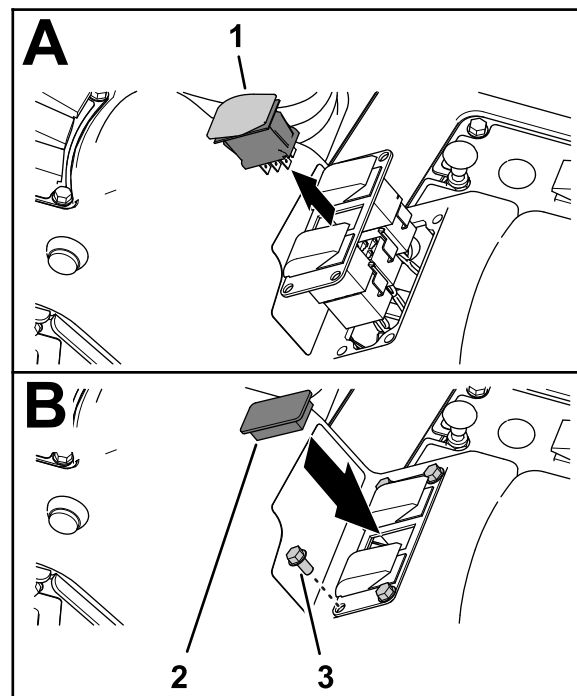

Figure 34
2. Pincez les languettes de verrouillage de l'interrupteur de régulation de débit et poussez l'interrupteur hors du bloc de 3 interrupteurs (Figure 34).
5. Fixez le bloc de 3 interrupteurs à la console de commande (Figure 34) à l'aide des 4 vis à embase (1/4" x 1/2") que vous avez retirées à l'opération 1.